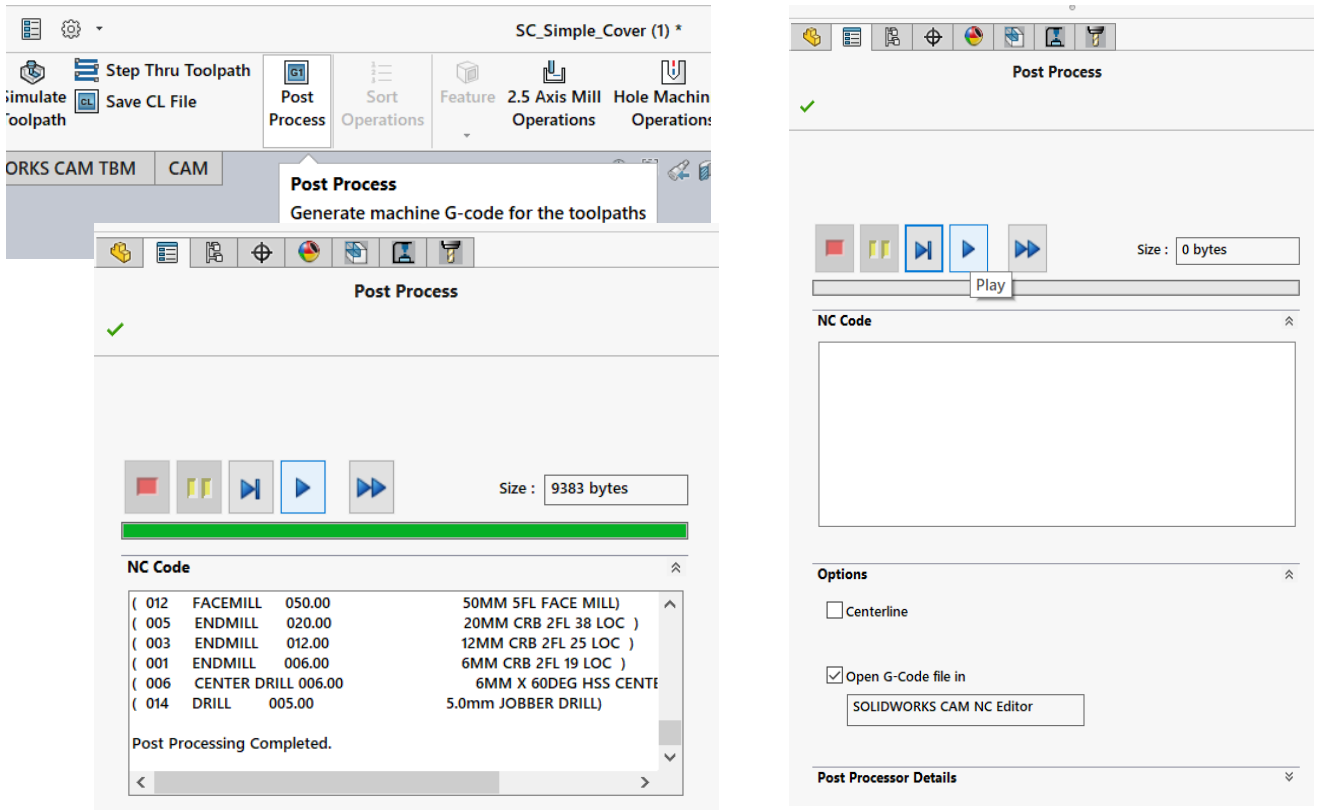

Рис. 1.48. Налаштування постпроцесування
18. Виконати постпроцесування, зберегти керуючу програму (рис. 1.48–1.50).